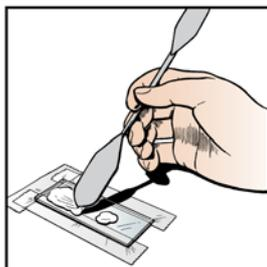
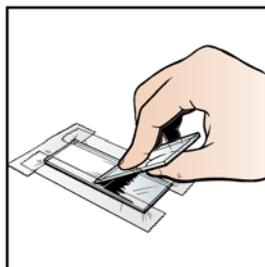

Abb. 2
Abb. 3
- 3)** Entlang der Abklebung an der schmalen Seite des Plättchens trägst du nun etwa 2–3 Tropfen der Paste mit dem Spatel auf (Abb. 2) und streichst sie mit einem Glasplättchen durch Längsbewegung und etwas Druck glatt (Abb. 3).